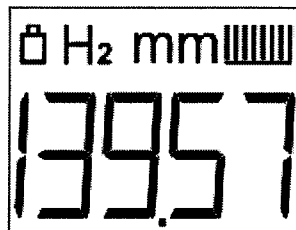

Рисунок 12 – Индикация толщины (вторая точка калибровки)
7) Нажмите клавишу , при этом на дисплее высветится надпись «1-OK», а вместо индикатора «Н1» появится индикатор «Н2» (Рисунок 12).